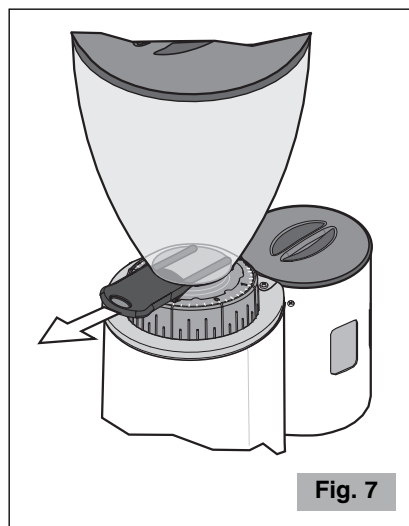

Fig. 7
**Controlar que el obturador de la tolva esté completamente abierto hasta el final de la carrera (último clic) (véase Fig. 7).**